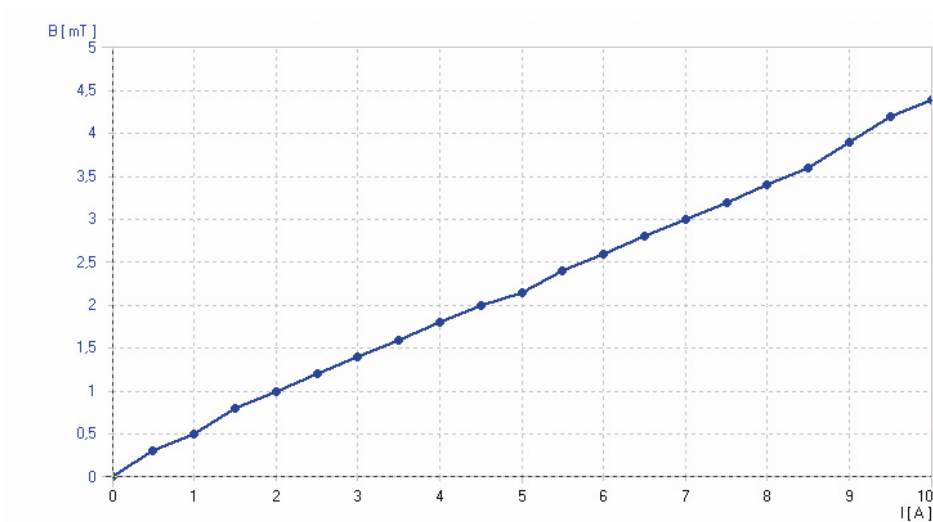

Fig. 2 Magnetfeld in Abhängigkeit des Stroms
- Den Strom in der Feldspule von 0 bis 10 A mit einer Schrittweite von 0,5 A erhöhen und die zugehörige Flussdichte erfassen (Fig. 2).